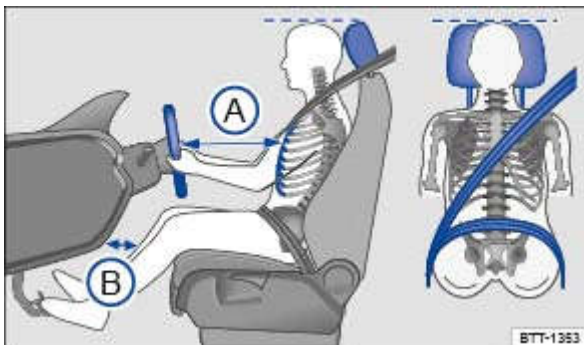

Fig. 45 Distance correcte du conducteur par rapport au volant, ajustement correct de la ceinture et réglage correct de l'appuie-tête
- Réglez l'appuie-tête de sorte que son bord supérieur se trouve, si possible, au niveau de la partie supérieure de la tête, mais pas plus bas que les yeux. Positionnez toujours l'occiput le plus près possible de l'appuie-tête → Fig. 45 .
- Réglez le volant de sorte que la distance entre celui-ci et votre sternum soit de 25 cm au minimum → Fig. 45 (A) et de manière à pouvoir le tenir en plaçant vos deux mains à la périphérie avec les bras légèrement pliés.
- Réglez le siège du conducteur en longueur de telle sorte que vous puissiez enfoncer les pédales en ayant les jambes légèrement pliées et que la distance par rapport au tableau de bord au niveau des genoux soit de 10 cm au minimum → Fig. 45 (B) .